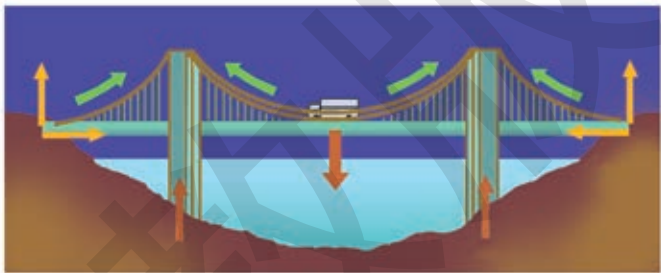

图 1-29 悬索桥受力分析图
现代悬索桥主要由主悬索(大缆)、塔柱、刚性梁等组成,悬索一般均支承在两个塔柱上。塔顶设有支承悬索的鞍形支座。承受很大拉力的悬索的端部通过锚碇固定在地基中(图 1-29),也有固定在刚性梁的端部,称为自锚式悬索桥。
请你根据图 1-29 分析悬索桥的承重和受力情况。
1. 结合图 1-29 所示的受力分析,悬索桥的承重结构有哪些基本特点呢?